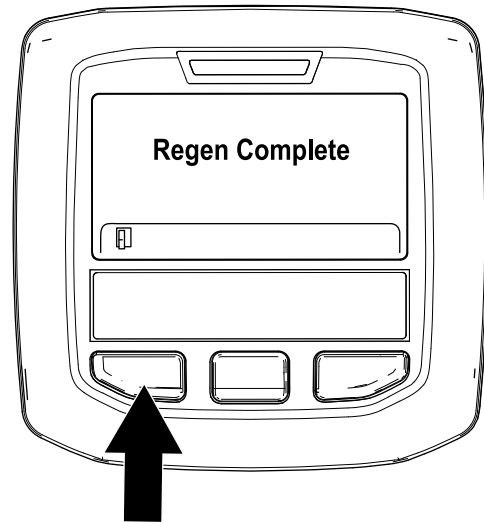

Figura 39
- A regeneração em estacionamento está concluída quando a mensagem “Regen Complete” (Regen. completa) surge no InfoCenter. Prima o botão esquerdo para sair para o ecrã inicial (Figura 39).